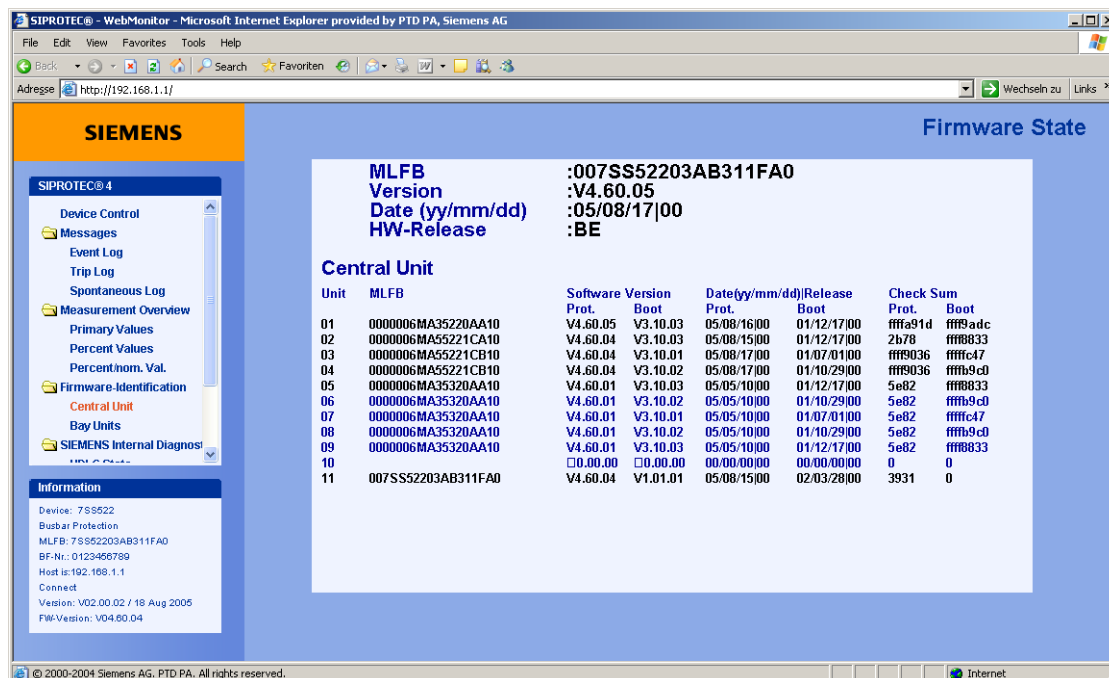

рис. 7-6 Пример отображения версии встроенного программного обеспечения модулей центрального терминала
- Просматривать состояние встроенного программного обеспечения центральных терминалов (рис. 7-6, стр. 287) и терминалов присоединения (рис. 7-7, стр. 288),